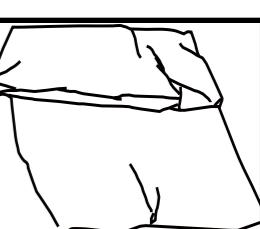

FIG. 4
Passo 3. Piegare all'indietro ogni estremità (FIG. 4).